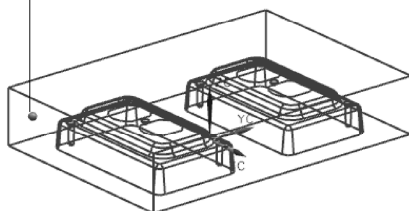

图 9-98 确定面上一点
(4) 在对话框的【通道拉伸】选项组中，从【运动】下拉列表中选择【距离】选项。
(5) 在对话框的【通道位置】选项组中，在【选择条】工具条中，设置【点在面上】，单击【指定点】按钮，弹出【点构造器】对话框，确定点在面上的位置，如图 9-98 所示。